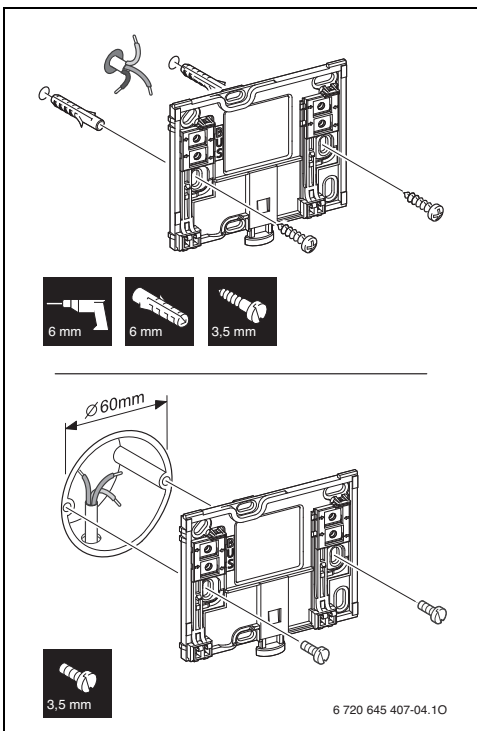

Рис. 3 Установка цоколя
- Установите цоколь на стену (→ рис. 3).